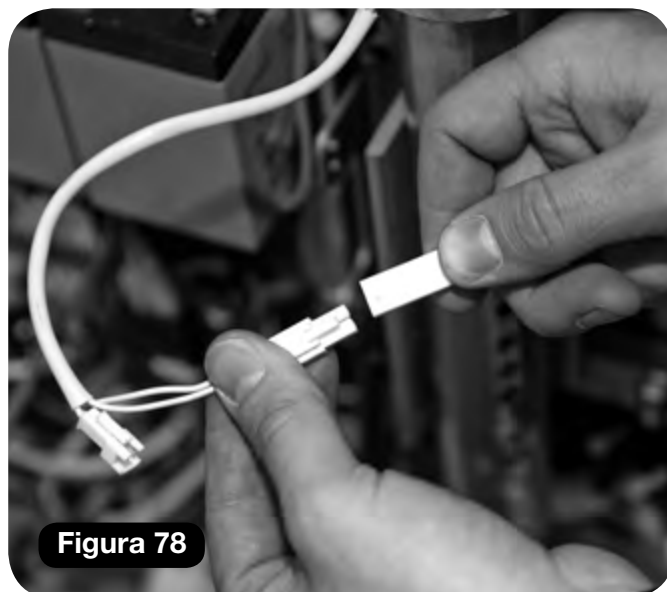

Figura 78
- d Collegare il sedile al connettore dell'interruttore di rotazione (bianco) **(Figura 78)**.